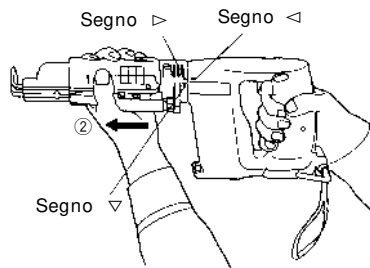

Fig. 6
Allineare il segno "◁" del corpo principale e il segno "▷" del dispositivo di avanzamento viti, e quindi tirare il dispositivo nella direzione della freccia ② mostrata nella Fig. 6 per rimuoverlo.
Posizionare il dispositivo di avanzamento viti sopra il corpo principale e allineare il segno "◁" del corpo principale e il segno "▷" del dispositivo di avanzamento viti, e quindi girare il dispositivo nella direzione del segno "▽" mostrato nella Fig. 6 per fissarlo.